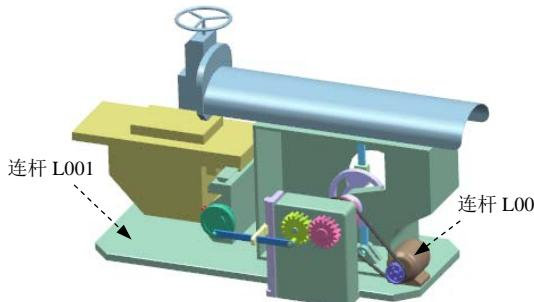

图 10.9.2 定义连杆（一）
(1) 定义连杆 L001 和连杆 L002。选择下拉菜单  →  命令，系统弹出“连杆”对话框，选中  固定连杆 复选框，然后选取图 10.9.2 所示的零件为连杆 L001 和连杆 L002，其余参数接受系统默认，在“连杆”对话框中分别单击 应用 按钮。